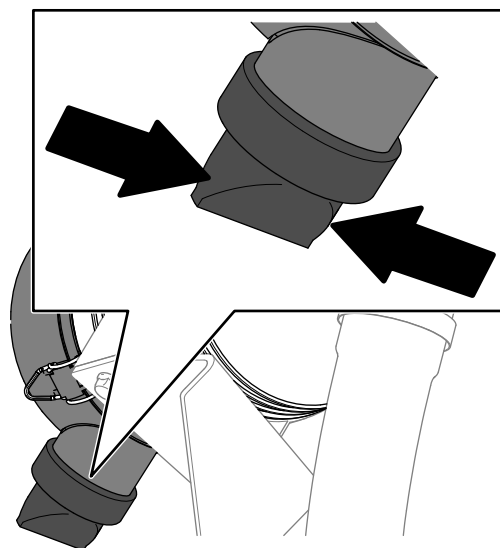

Figura 76
5. Aperte a válvula de ejeção de poeira (Figura 76).